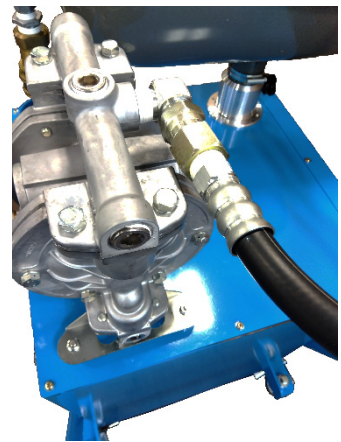

Fig.11
- 12) ダイアフラムポンプの吐出口に吐出配管②を接続した場合、エルボに吐出配管②のホース（反対側が片ニップルの仕様）を接続してください。（Fig.11）